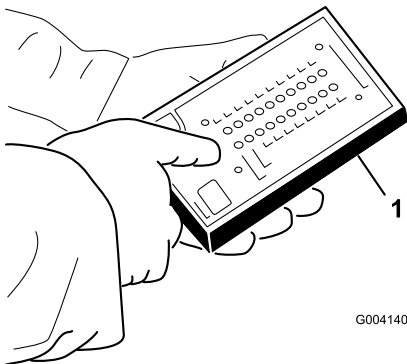

Bild 48
5. Schließen Sie den Stecker der ACE-Diagnostikanzeige an den Kabelbaum an (Bild 48).